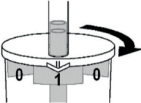

Abb. 3
4. För att ta upp den första polypen vänder du kärlet tills pilen pekar mot siffran "1" (Fig. 3).